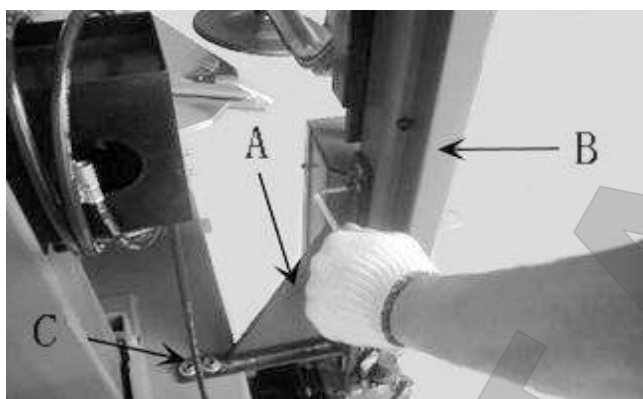
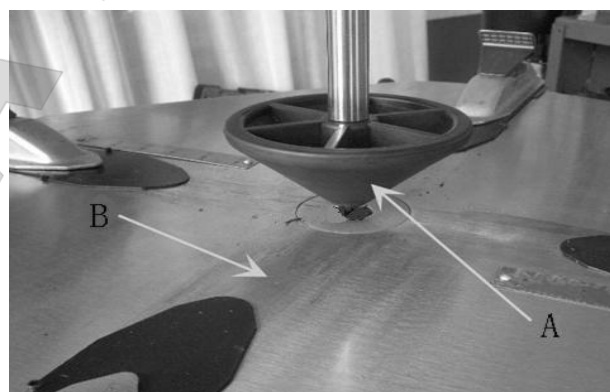

Рис. 7-4
Рис. 7-6
**7.1.5** С помощью опорного кронштейна (Рис.7-4 А) соедините кронштейн корпуса с корпусом и вставьте болт для фиксации.
**7.1.7** Подключите источник подачи воздуха, вставьте соединительный стержень конического ролика (Рис. 7-6 А) в отверстие вращающегося штифта (Рис.7-6 В) вращающейся ручки. Вручную настройте распределительный клапан так, чтобы кончик конического ролика совпадал с центром поворотного стола (Рис.7-7). Если он не совпадает, с помощью отвертки отрегулируйте положение основания (Рис.7-4) так, чтобы они совпадали. После того, как отрегулируете, зафиксируйте болт.